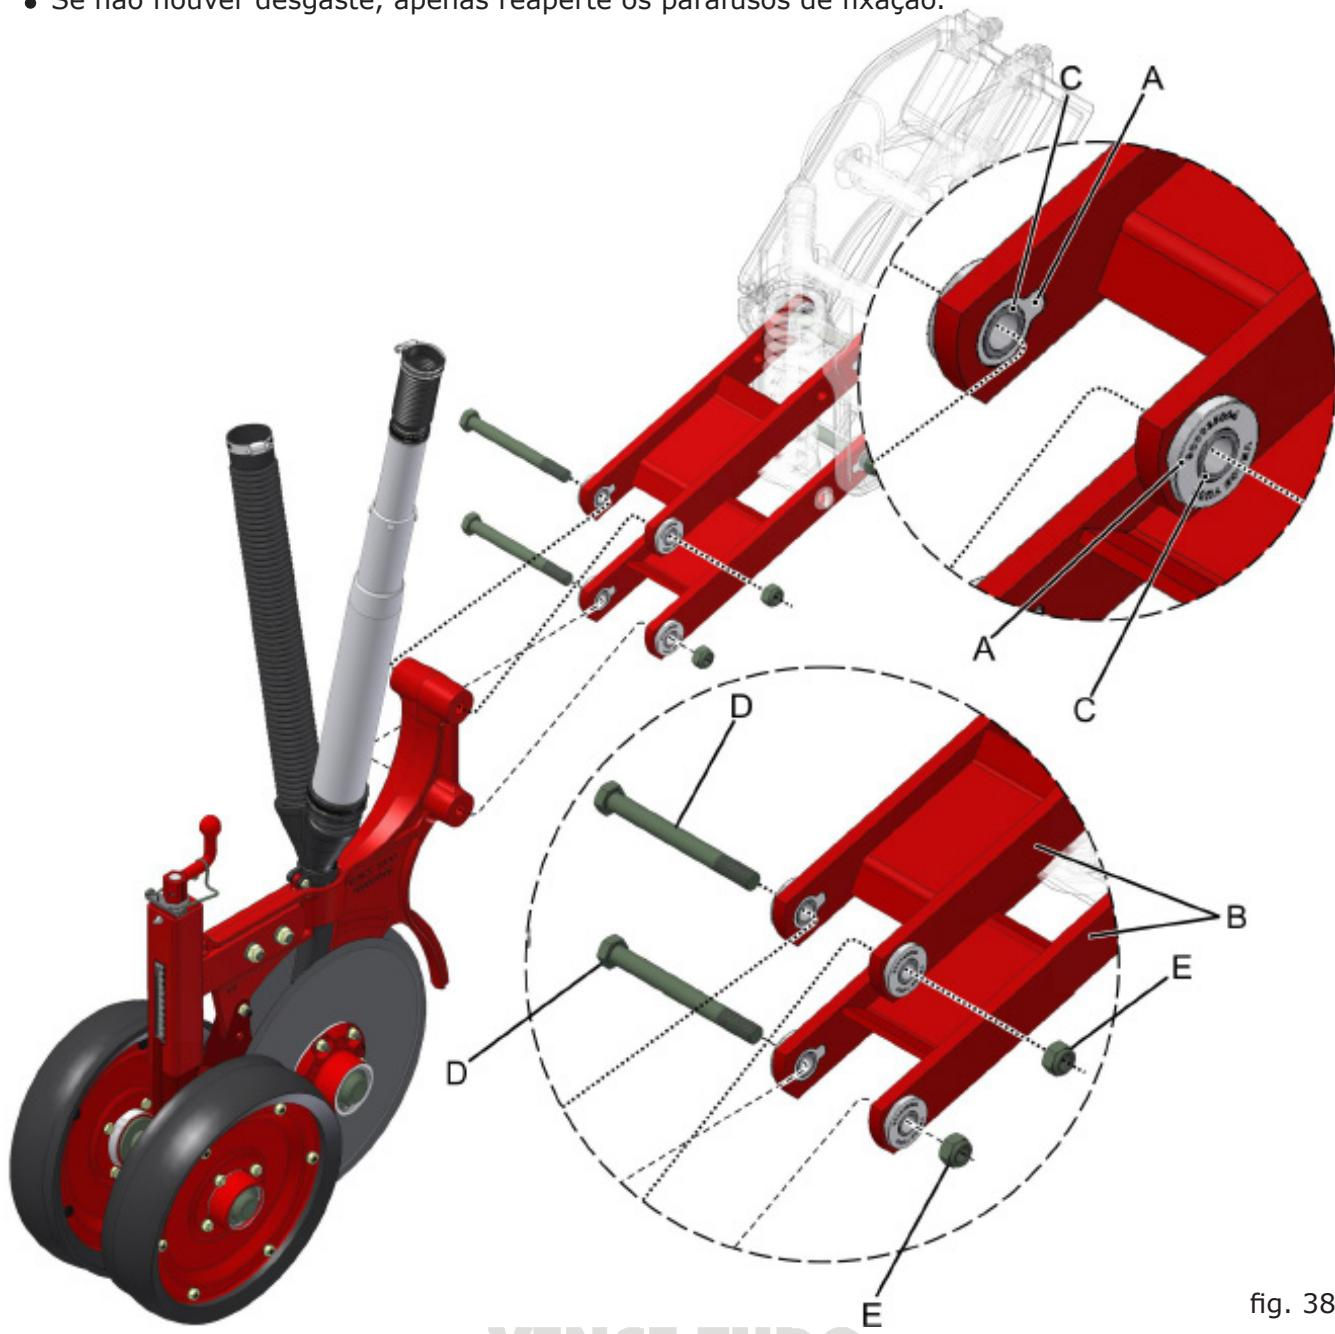

fig. 38
As buchas externas (A) (fig. 38), trabalham afixadas em conjunto com o braço pantográfico (B), e as buchas internas (C) permanecem fixas pelos parafusos (D). Assim, o sistema trabalha em torno das buchas, não havendo o desgaste de outros componentes.